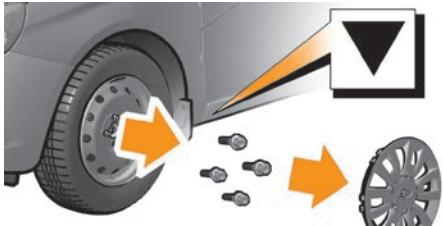

Рис. 2. Замена колеса
- снимите колпак колеса (**в вариантном исполнении**), см. рис. 2;
- места установки домкрата **в вариантном исполнении** обозначены специальными метками на порогах (рис. 2);